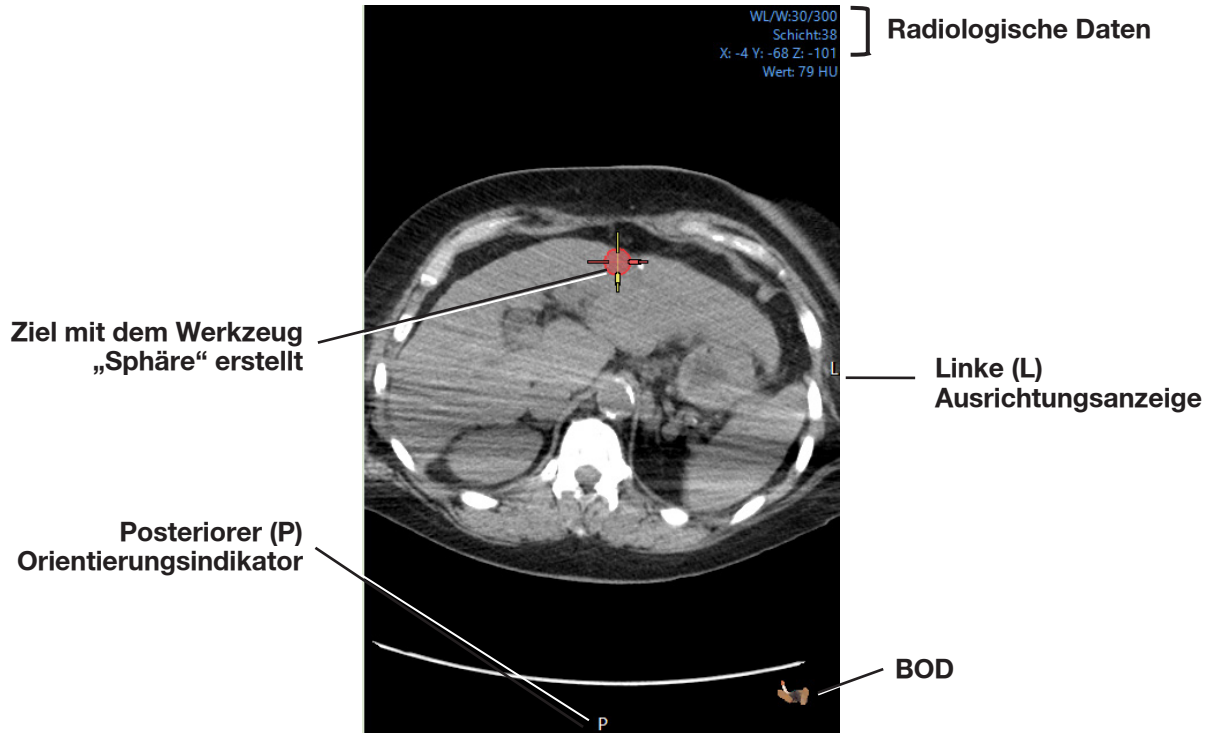

Abbildung 3-14: Das Werkzeug „Erstellen“ bzw. „Sphäre“ kann im Bereich „Zielinstrumente“ ausgewählt werden.
4. Klicken Sie im Bereich „Zielinstrumente“ (Abbildung 3-14) auf das Werkzeug **Erstellen** oder **Sphäre**, um Ihr Ziel zu definieren.
5. Wenn das Werkzeug **Erstellen** ausgewählt ist (Abbildung 3-14), bewegen Sie den Mauszeiger auf einen CT-Schnitt/ein CT-Bild in der Nähe des Zentrums der gewünschten Läsion. Mit dem Scrollrad der Maus können Sie den segmentierten Bereich vergrößern oder verkleinern. Wenn Sie mit dem von der Software erstellten Ziel zufrieden sind, klicken Sie mit der linken Maustaste, um die Form und Größe zu übernehmen.
7. Wenn das Werkzeug **Sphäre** ausgewählt ist (Abbildung 3-14), bewegen Sie den Mauszeiger auf einen CT-Schnitt in der Nähe des Zentrums der gewünschten Läsion. Mit dem Scrollrad der Maus können Sie den Durchmesser der Kugel vergrößern oder verkleinern. Klicken Sie mit der linken Maustaste, um die Größe des Ziels zu übernehmen.
15. Verwenden Sie die Schaltflächen **Rückgängig** und **Wiederholen** (Abbildung 3-14), um die bei der Erstellung und Definition eines Ablationsziels durchgeführten Schritte zu ändern.